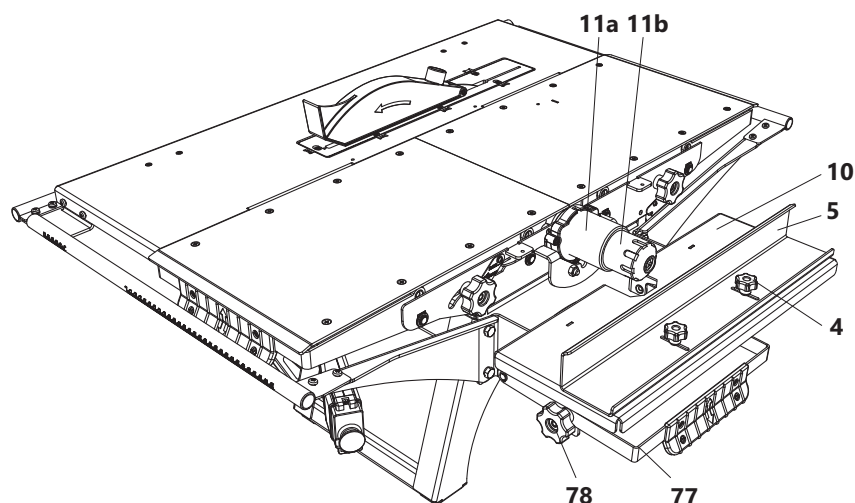

Рис. 18
- установить фрезерный стол 10 (рис. 18);
Защитное ограждение концевой фрезы (в стандартный комплект поставки не входит, комплектуется по дополнительному согласованию с оптовыми заказчиками) имеет подпружиненный защитный колпачок 11b (рис. 18), который перемещается внутрь корпуса 11a при нажатии заготовкой на колпачок в осевом направлении, открывая рабочую часть концевой фрезы.
Отрегулируйте стол 10 (рис. 18) по высоте относительно фрезы 13 (рис. 2). Для этого опустите винты-барашки 78 (рис. 18).
Подача обрабатываемого материала по столу 10 (рис. 18) осуществляется вручную. Для параллельного перемещения заготовки используйте упор 5. Упор 5 крепится винтами-барашками 4 к столу 10 через имеющиеся резьбовые отверстия в столе 10.